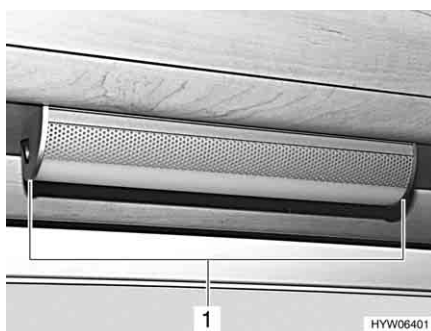

Fig. 114 Plafoniera del vano abitabile
- Premere leggermente verso l'esterno i diaframmi laterali (Fig. 114,1).